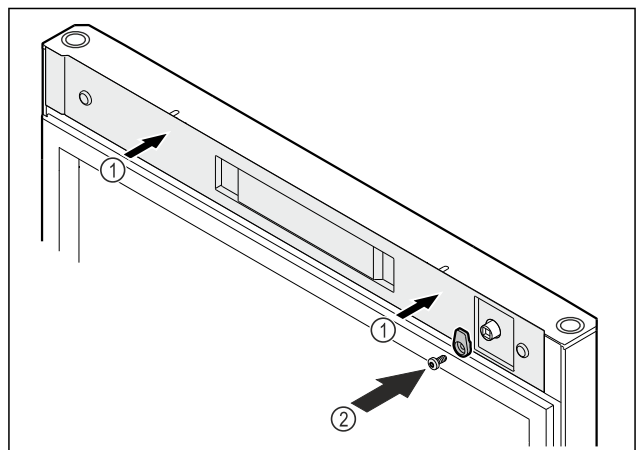

Fig. 55
- Нахлузете капачката Fig. 55 (1).
- ▶ Завинтите затварящата кука Fig. 55 (2).